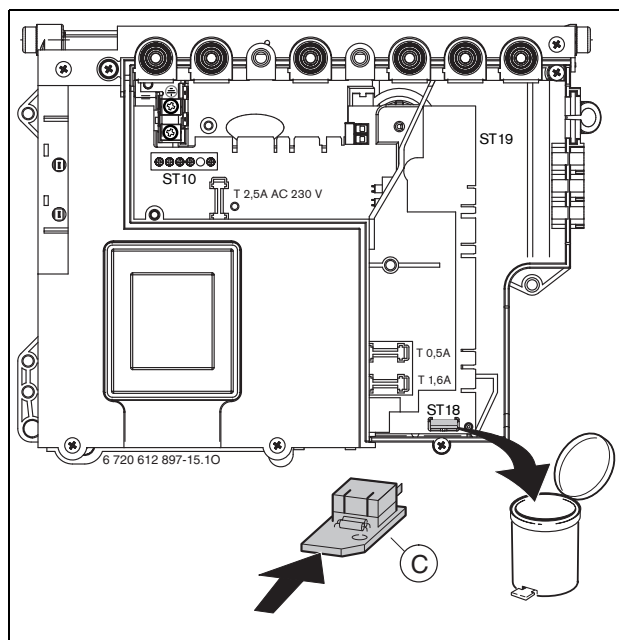

Fig. 43
- ▶ Sostituire la rampa ugelli utilizzando una nuova guarnizione (A).
- ▶ Cambiare la chiave di codifica alla Heatronic (→ fig. 43).